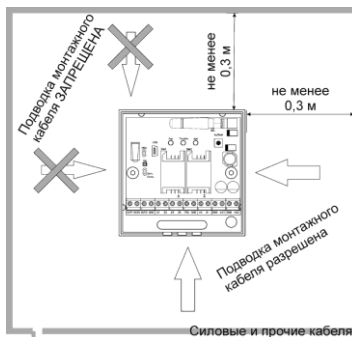

Рис.3. Установка базового блока.
4. Подводка монтажных кабелей к базовому блоку прибора должна осуществляться снизу и/или справа – см. Рис. 3.